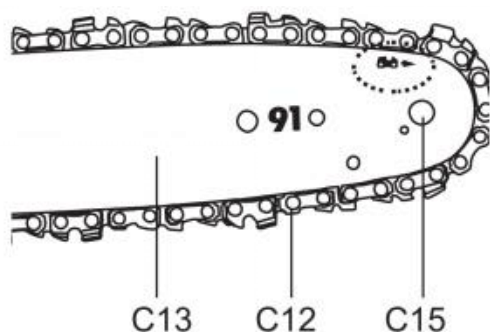

Fig. 11
7) Le mouvement de la chaîne de scie est indiqué par la flèche (Fig. 11).
Assurez-vous que la chaîne de la scie (C12) est correctement placée sur la roue dentée (C15) du guide-chaîne (C13). (Fig. 11)